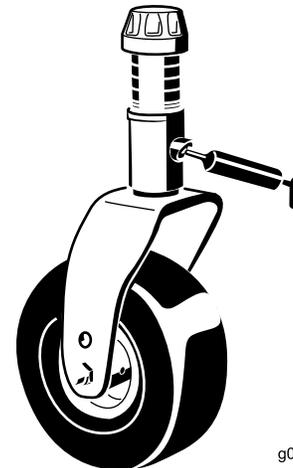

Рисунок 65
- Втулки валов вилок поворотных колес (1 шт.) (Рисунок 65)